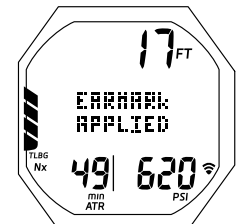

Fig. 78B - ÉCRAN PRINCIPAL DE PALIER DE SÉCURITÉ (affiché pendant 3 secondes)
- M (< 2 sec) - pour permettre l'insertion instantanée d'un signet dans les données d'interface PC enregistrées à ce moment précis. *L'indication EARMARK APPLIED s'affichera à la place du temps/de la profondeur de palier durant 3 secondes (Fig. 78B).*
- M (< 2 sec) - pour permettre l'insertion instantanée d'un signet dans les données d'interface PC enregistrées à ce moment précis. *L'indication EARMARK APPLIED s'affichera à la place du minuteur de palier durant 3 secondes (identique à la Fig. 78B).*